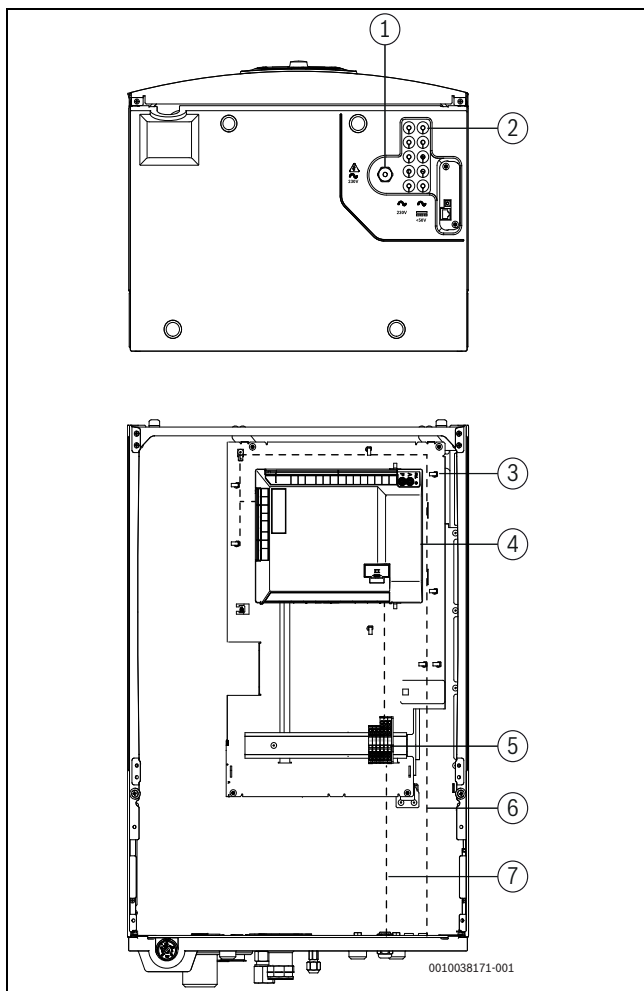

Fig. 10 Passe-câbles et composants électriques (vues avec le bac de récupération)
- ▶ Insérer le CAN-BUS, les sondes et les autres câbles de signal dans le passe-câble correspondant, marqué <50 V. Faire passer les câbles jusqu'à la partie avant de l'appareil et les raccorder tel qu'indiqué sur la Fig. 10.